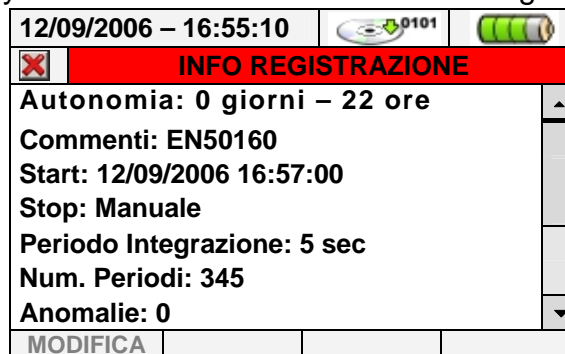

Fig. 111: Videata informazioni registrazione in corso
3. Nella videata di Fig. 111 sono riportate le seguenti informazioni: